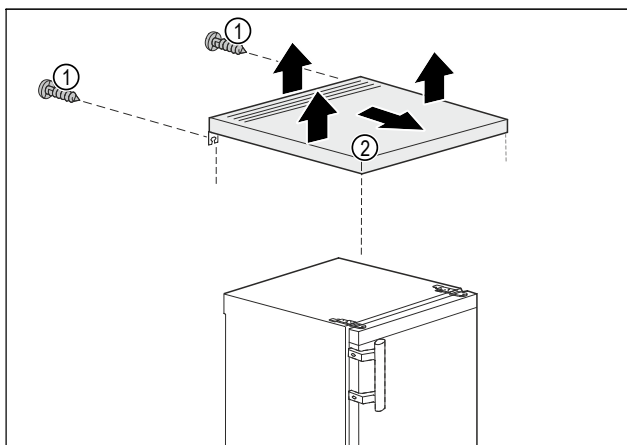

Fig. 3
- ▶ Rimuovere le viti Fig. 3 (1) sul retro.
- ▶ Sollevare il piano del tavolo Fig. 3 (2) dalla parte posteriore.
- ▶ Spingere il piano del tavolo Fig. 3 (2) in avanti.
- ▶ Rimuovere il piano del tavolo Fig. 3 (2) verso l'alto.
- ▶ Il piano del tavolo Fig. 3 (2) è estratto.